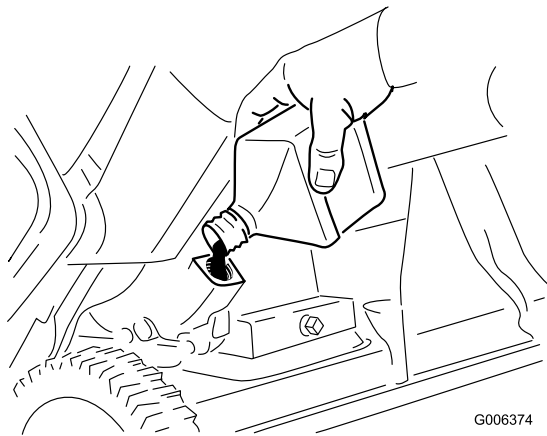

Figure 22
8. La machine étant en position d'utilisation, versez **lentement** de l'huile dans l'orifice de remplissage jusqu'au niveau de trop-plein (Figure 22).